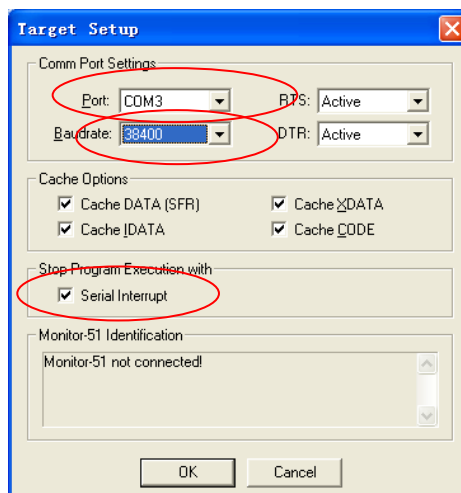

图 3-7
- 点击 Settings, 打开 Target Setup 对话框, 如图 3-7 所示。